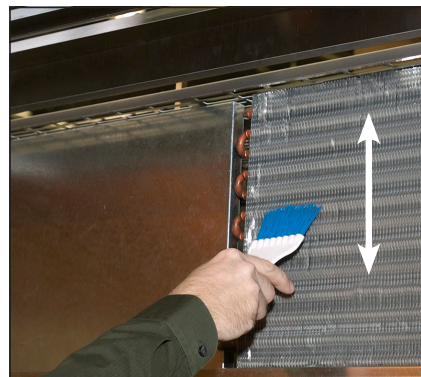

Abb. 3. Verwenden Sie die Bürste nicht an den Lamellen der Rohrschlange.
4. Reinigen Sie mit einer Bürste mit harten Borsten den angesammelten Schmutz sorgfältig von den Lamellen der vorderen Kondensatorrohrschlange. Siehe Abb. 3.